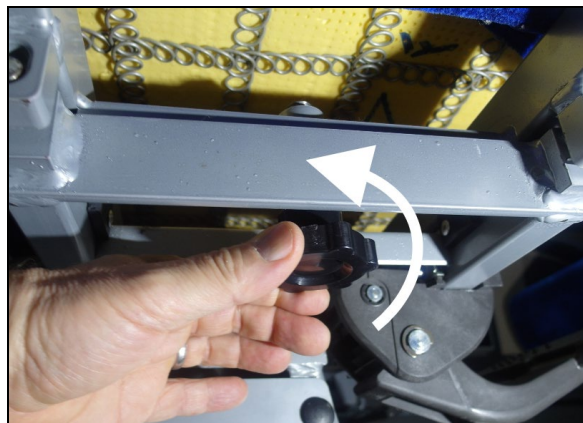

FIGURE 83: DÉVISSER LE GOUJON AVEC MOLETTE
1. Sous les sièges, dévisser complètement le goujon avec la molette du côté de l'allée centrale (Figure 83).